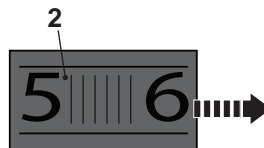

Fig. 12
3. Rode o mostrador de velocidade (2) para a direita (como visto da posição dos operadores) para diminuir a velocidade máxima (Fig. 12). Uma configuração inferior é adequada para lixar com rolos de lixa de grão grosso para remover tintas e vernizes.